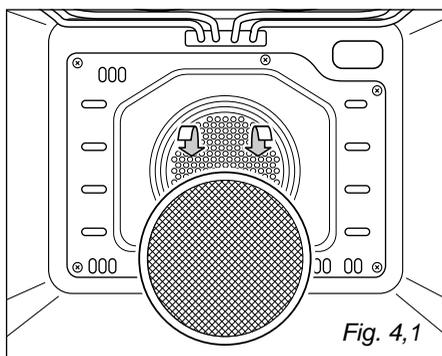

Fig. 4.1
- Il filtro va agganciato alla parete posteriore del forno come illustrato in fig. 4.1.